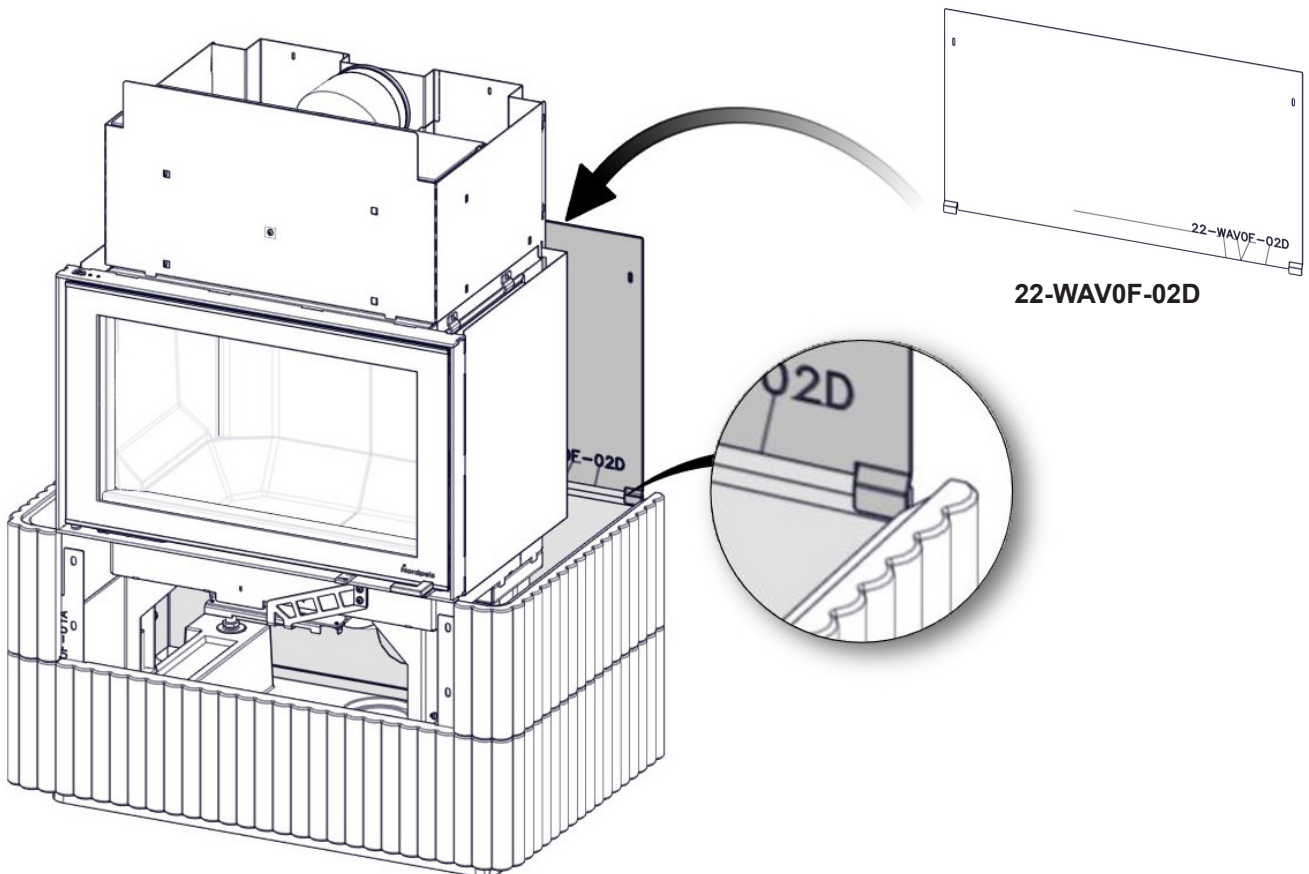

FIG 9 Wave F 2+2
- x1 → FIG 9 a
FIG 9 a Wave F 2+2